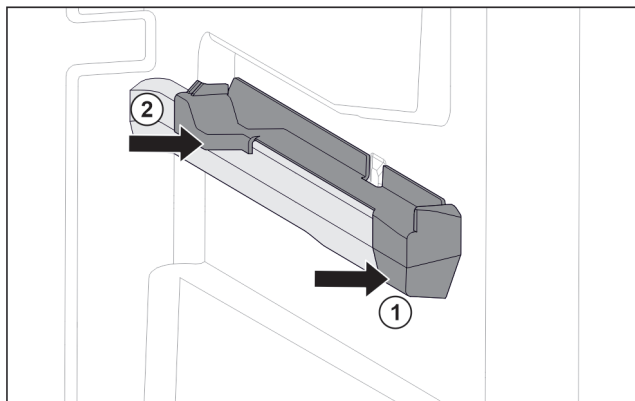

Fig. 196 Élément emboîtable sur la nervure de récipient droite
- Poser le devant de l'élément emboîtable contre la nervure de récipient. Fig. 196 (1)
- Enfoncer l'arrière de l'élément emboîtable. Fig. 196 (2)